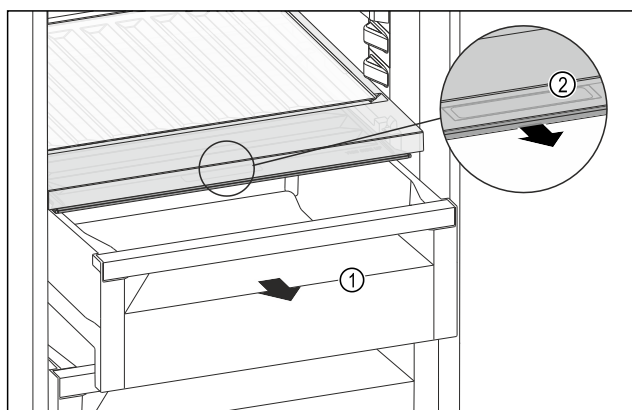

Fig. 109
- ▶ Trekk ut skuffen Fig. 109 (1).
- ▶ Ta tak i det innfelte grepet Fig. 109 (2) på lokket, og trekk samtidig lokket forover.